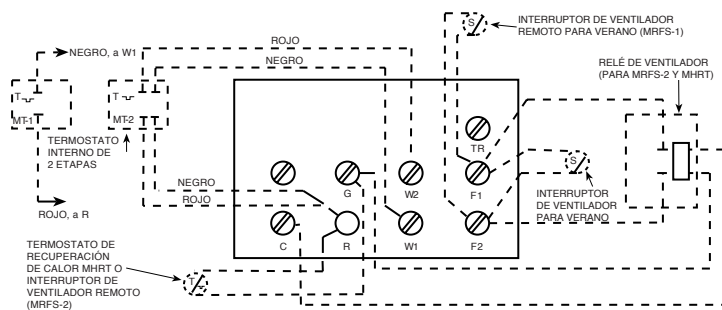

Figura 5. Bornera de control (para calefactores con contactor)
4. Para ver el diagrama de conexionado de las unidades provistas de contactor interno (unidades de 7 kW y mayores), consulte la Figura 5. El cableado de control debe tener un calibre 18 AWG como mínimo.